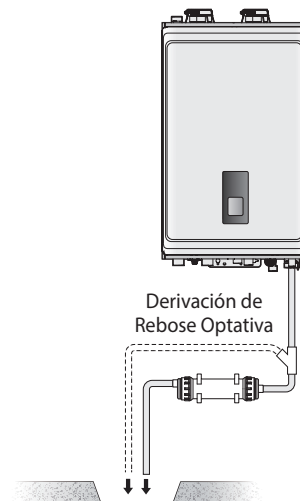

Figura 1. Instalación Horizontal
- Si el neutralizador se instala horizontalmente, gírelo para ubicar la salida en el punto más alto (Figura 1).